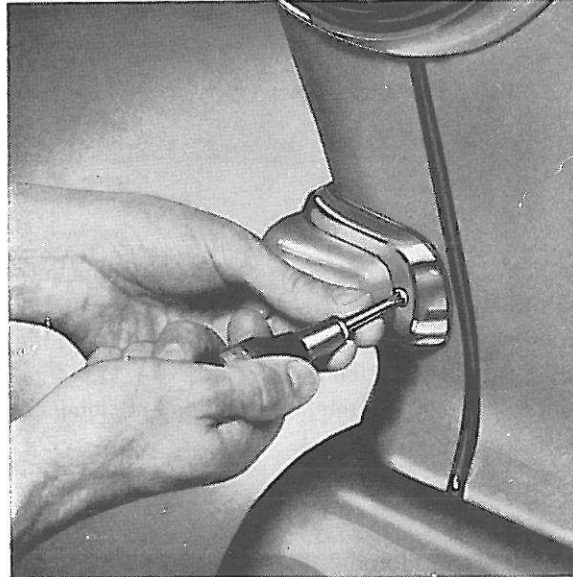

Figure 89. Démontage de l'encadrement du clignotant/feu de stationnement
- Le démontage du verre se fait en enlevant les deux vis de l'encadrement métallique, figure 89.